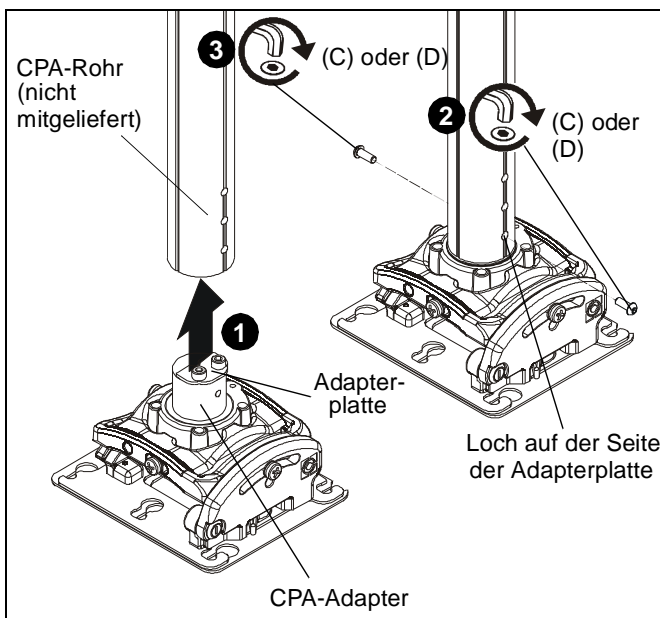

Abb. 1
1. Schieben Sie die RPME so in die untere Öffnung der CPA-Säule, dass die Löcher des CPA-Adapters der RPME und der (nicht mitgelieferten) CPA-Säule genau übereinander liegen. (Siehe Abb. 1)
2. Schrauben Sie entweder eine M6x16-Halbrundkopfschraube (C) oder eine Sicherheitsschraube (D) in das Loch auf der Seite des CPA-Rohrs, auf der sich die Adapterplatte des CPA-Adapters befindet. (Siehe Abb. 1)
3. Befestigen Sie die RPME (A) auf der gegenüberliegenden Seite des CPA -Rohrs mit der anderen M6x16-Halbrundkopfschraube (C) oder Sicherheitsschraube (D) an der CPA-Säule. (Siehe Abb. 1)